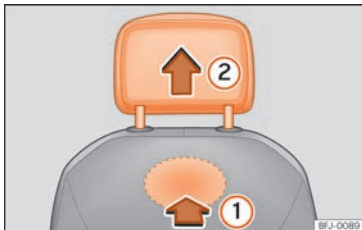

Abb. 108 Kopfstützen vorne: Ausbau.
auf der Rückseite der Sitzlehne und drücken Sie in Pfeilrichtung »» Abb. 108 ①.
- Ziehen Sie die Kopfstütze in Pfeilrichtung ② heraus.